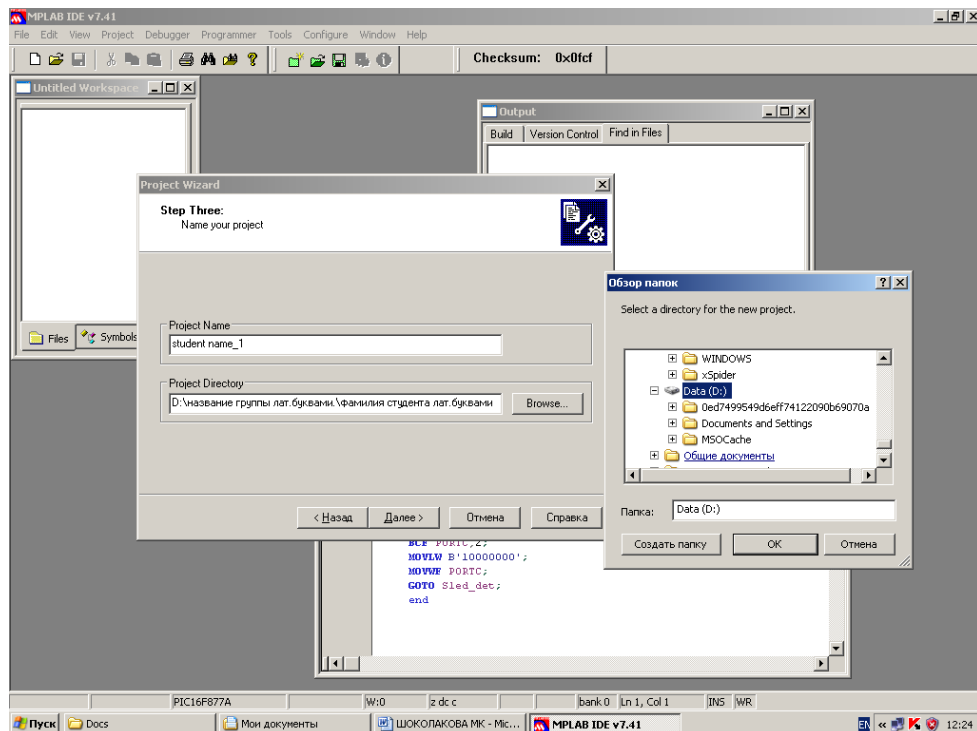

Рисунок 2.5 – Окно выбора папки, где сохраняется проект
2.3.2.6 После нажатия «Далее» открывается новое окно (рисунок 2.5). В нем заполнить поле Project name (ввести имя проекта, например, Lr21. asm) и в поле Project Directory через Brows указать (не открывать) папку, в которой находится сохраненный Вами файл Lr21. asm.